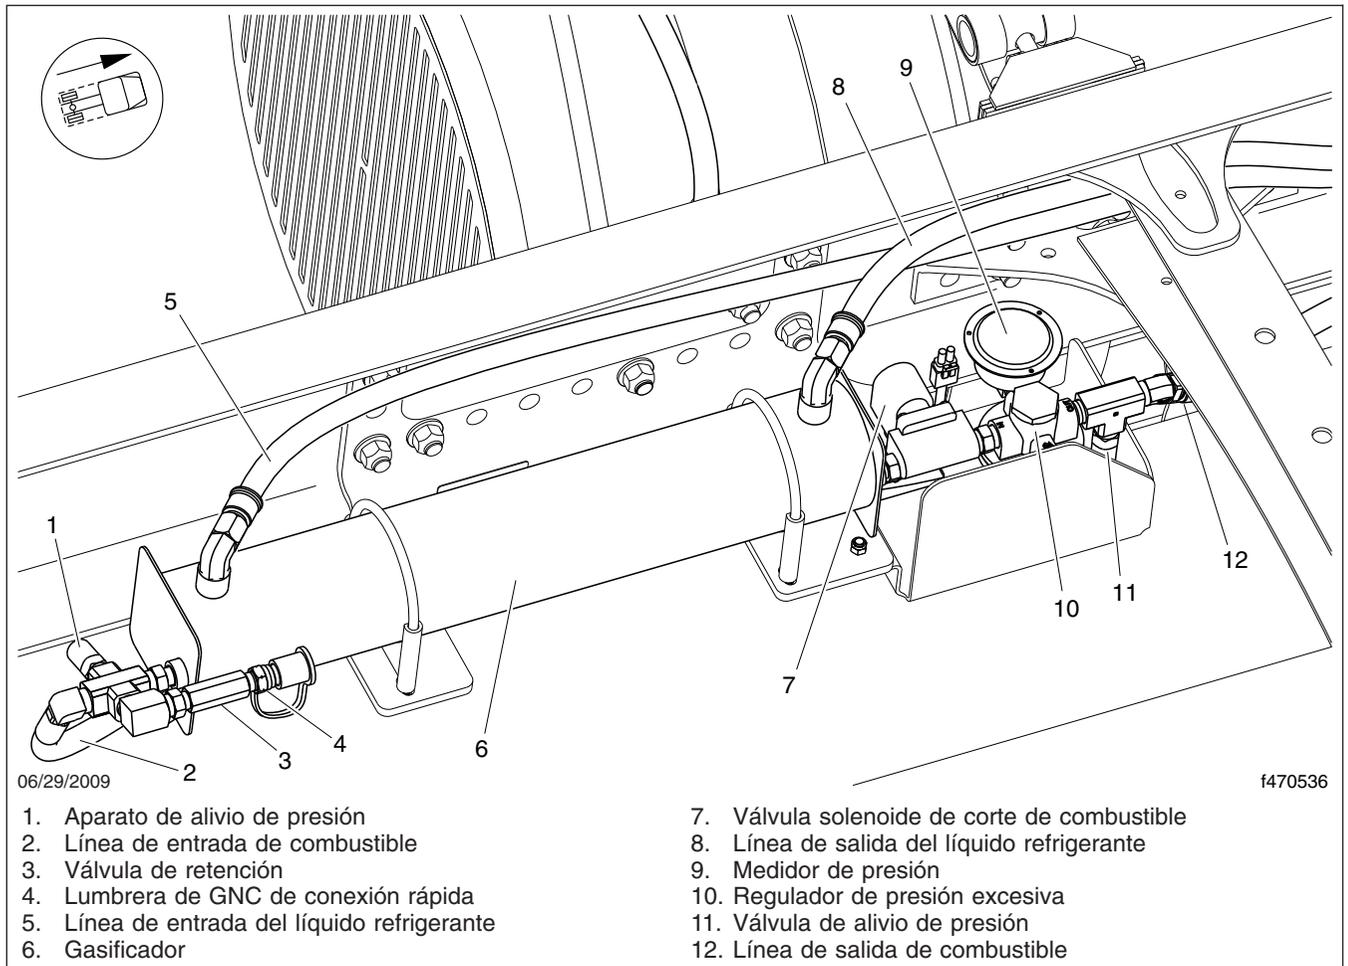

Figura 21.12, Ensamble del gasificador del GNL
8. Revise el gasificador de GNL para ver si hay indicios de daños o fugas. Vea la **Figura 21.12**. Inspeccione los soportes de montaje del gasificador para ver si hay indicios de holgura.